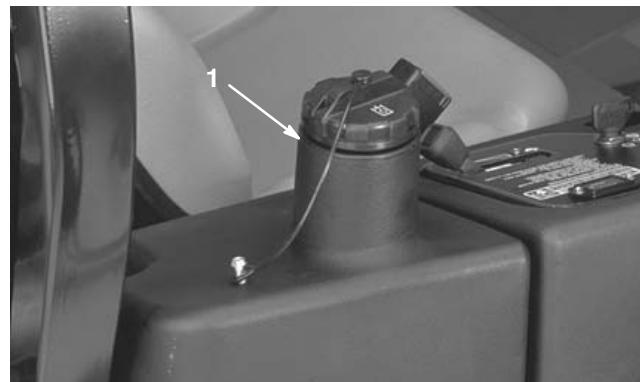

Bild 50
3. Füllen Sie den hydraulischen Behälter (Bild 50) mit ca. 13,2 l Hydrauliköl; siehe „Kontrolle der hydraulischen Anlage“ auf Seite 19).